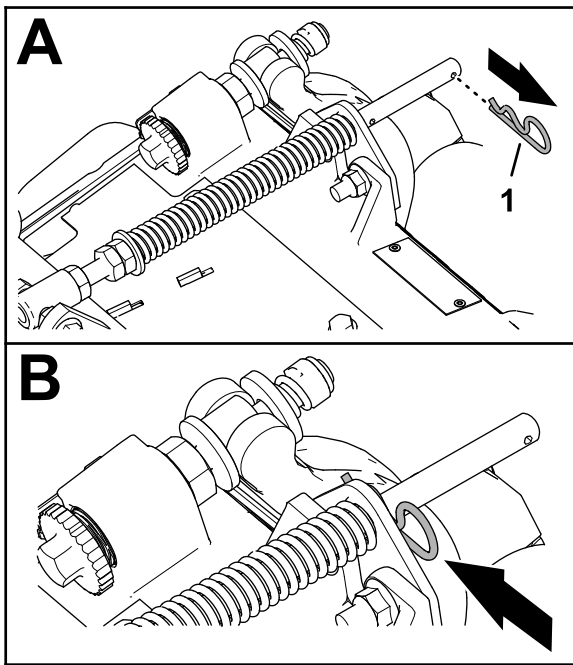

Figure 17
1. Si la goupille fendue est placée dans le trou arrière de la tige du ressort de compensation, retirez-la et insérez-la dans le trou près du support (Figure 17).